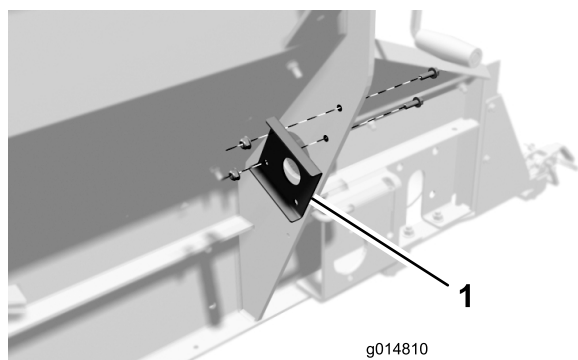

Figura 4
6. Posizionando la staffa della luce come illustrato in Figura 4, fissate una staffa su ciascuna lamiera di rinforzo della tramoggia mediante (2) viti a testa flangiata da 5/16 x 1 poll. e (2) dadi flangiati da